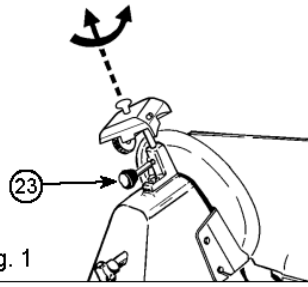
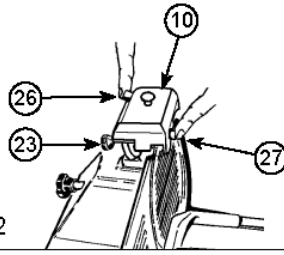

Fig. 1
Fig. 2
- Controleer dat het beweegbaar schot is gesloten (draaiknop (6) in stand "0").
- Maak de messenslijper blokkade knop (23) los van de messenslijper (10).
- Til de messenslijper (10) omhoog, draai het 180° zodat beide wielen in de werkstand komen te staan. Zie Fig. 1
- Laat de messenslijper (10) zakken totdat het vast klikt.
- Zeker de messenslijper door de blokkade knop (23) aan te draaien. Zie Fig. 2
- Druk op knop (26) en laat het mes draaien voor ongeveer 1 minuut. Als het blad stil staat, controleer of er bramen zijn gevormd aan de rand.
- Als het bramen zijn gevonden, schakel (5) in en druk voorzichtig op knop (27) voor ongeveer 3 seconden om de